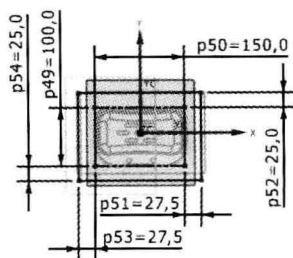
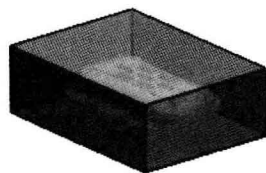

图 1.3 截面草图
图 1.4 创建后的工件
- (1) 单击 **定义工件** 区域的“绘制截面”按钮 , 系统进入草图环境, 然后修改截面草图的尺寸, 如图 1.3 所示。
- (2) 在“工件”对话框 **限制** 区域的 **开始** 下拉列表中选择 **值** 选项, 并在其下的 **距离** 文本框中输入数值 35; 在 **限制** 区域的 **结束** 下拉列表中选择 **值** 选项; 并在其下的 **距离** 文本框中输入数值 -35。
Step4. 单击 **确定** 按钮, 完成创建后的模具工件如图 1.4 所示。